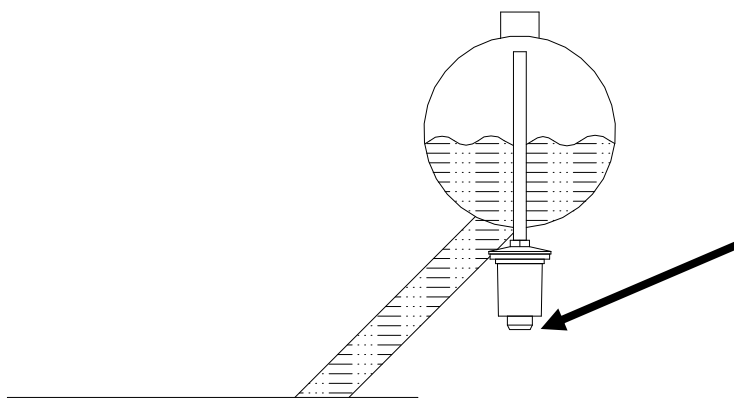

figura 2
- 9) Per l'installazione dell'essiccatore, svuotare il tubo di sfiato relativo (vedi figura 2), poiché è possibile che durante il trasporto o eventuali spostamenti/posizionamenti si riempia d'olio. Per eseguire questa operazione è sufficiente togliere l'apposito tappo femmina da 1/2" posto nella parte inferiore del conservatore e ad operazione effettuata, installare l'essiccatore. Prima di iniziare tale procedura è consigliabile posizionare, al di sotto del tappo da svitare, un recipiente per raccogliere l'eventuale fuoriuscita di olio.